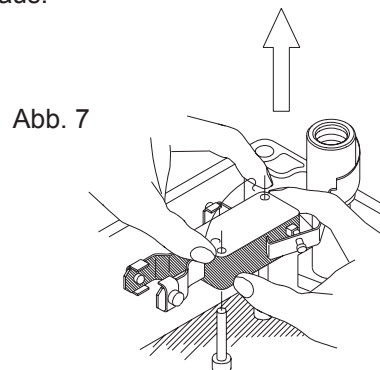

Abb. 7
- Drücken Sie die Feder auf der Oberseite des Mikroschalters zusammen und nehmen Sie sie nach oben ab. Anschließend ziehen Sie den Schalter von den Haltestiften (Abb. 7).